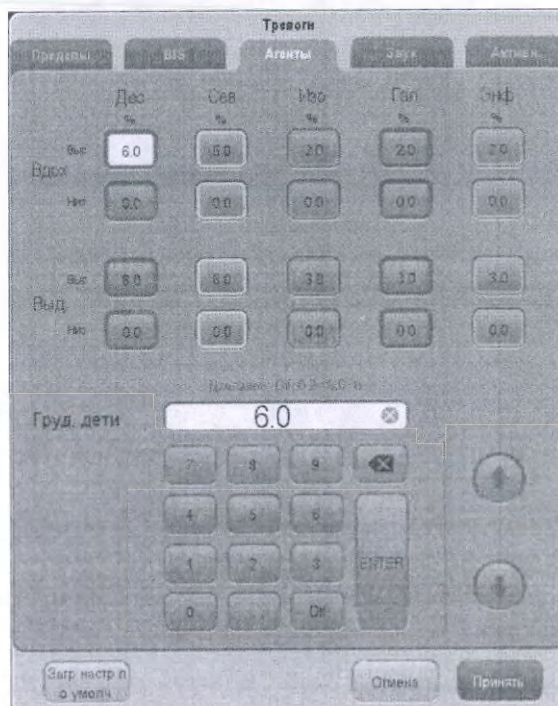

РИС. 8-2 Вкладка «Агенты»
2. Откройте вкладку **Предел** (см. РИСУНОК 6-7) или **Агента** (см. РИСУНОК 8-2).